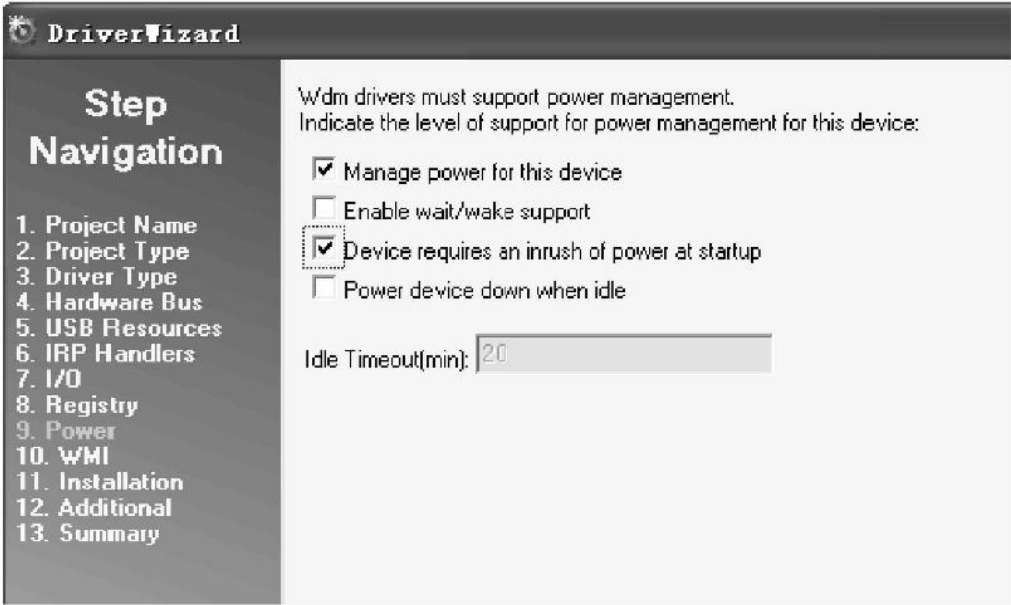

图 9.4.13 配置电源管理
(9) 配置电源管理,如图 9.4.13 所示。将 Device requires an inrush of power at startup